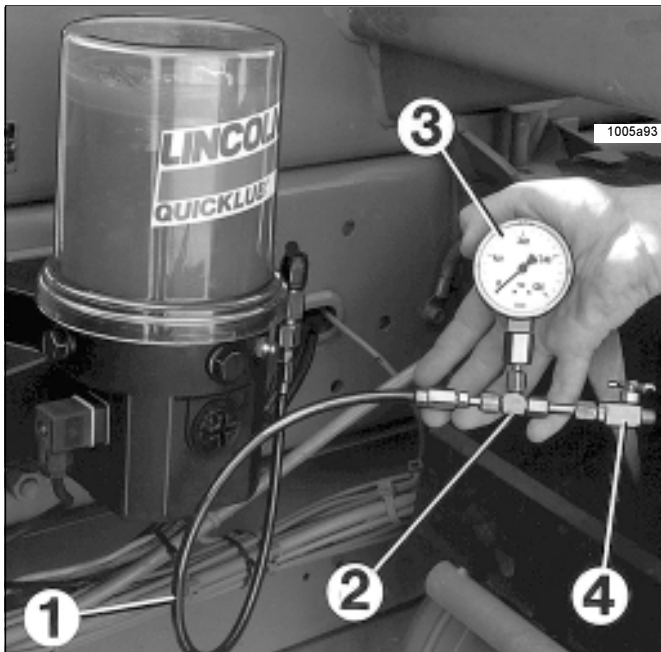

Abb. 23 - Druckbegrenzungsventil prüfen
- * Manometer (0-600 bar; 0-8708 psi) am Druckbegrenzungsventil (Abb. 23) anschließen.